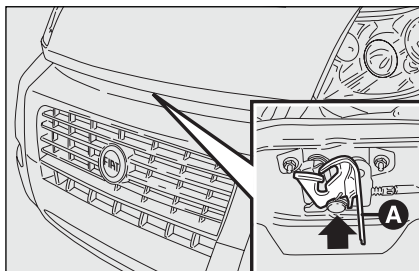

fig. 121
- trek aan het hendeltje **A-fig. 121**, zoals aangegeven in de afbeelding;